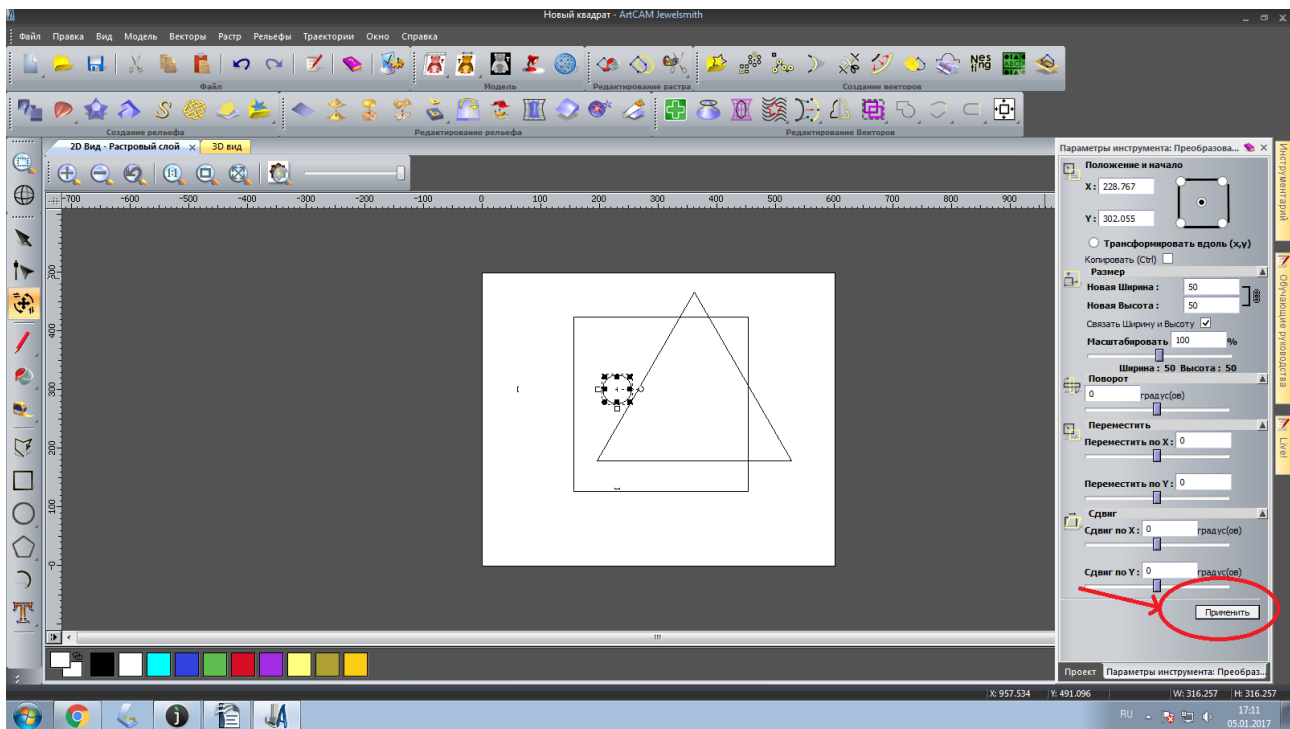

Рисунок 16. Сохранение диаметра круга
17. Нажмите на кнопку «Применить» чтобы сохранить новый диаметр круга, рисунок 16